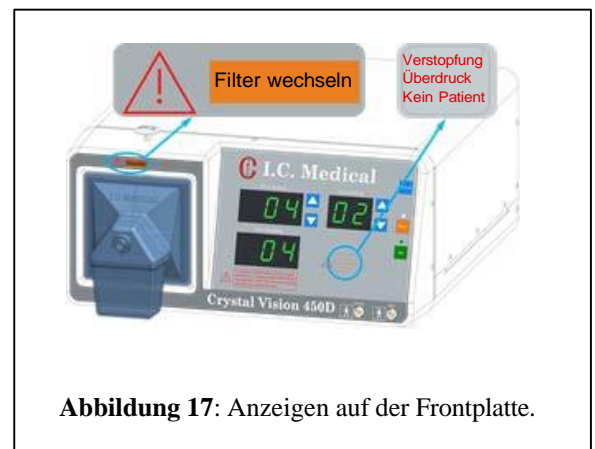

Abbildung 17: Anzeigen auf der Frontplatte.
10. Die Anzeige FILTER WECHSELN befindet sich über dem Filter (Abbildung 17). Sie leuchtet auf, wenn der Durchfluss in das CRYSTAL VISION®-Gerät verringert ist. Der SAFEGUARD BLUE® hydrophobe ULPA-Filter mit eingebauter Flüssigkeitsfalle sollte ersetzt werden, wenn dieses Licht zum ersten Mal aufleuchtet. Versuchen Sie nicht, den SAFEGUARD BLUE® hydrophoben ULPA-Filter mit eingebauter Flüssigkeitsfalle zu reinigen oder wiederzuverwenden. Entsorgen Sie den SAFEGUARD BLUE® hydrophoben ULPA-Filter mit eingebauter Flüssigkeitsfalle gemäß dem Protokoll für biologische Abfälle Ihrer Einrichtung. Diese Anzeige leuchtet auch auf, wenn eine vollständige Verstopfung vorliegt. Wenn die Anzeige VERSTOPFUNG ebenfalls leuchtet, müssen Sie zuerst das Hindernis beseitigen, das sie verursacht hat, und dann die Anzeige FILTER WECHSELN überprüfen. Wenn die Anzeige FILTER WECHSELN immer noch leuchtet und die Anzeige VERSTOPFUNG nicht leuchtet, muss der SAFEGUARD BLUE® hydrophobe ULPA-Filter mit eingebauter Flüssigkeitsfalle ausgetauscht werden.
11. VERSTOPFUNG zeigt an, dass der Fluss in das CRYSTAL VISION®-Gerät gestoppt hat (Abbildung 17). Zu diesem Zeitpunkt leuchtet auch die Anzeige FILTER WECHSELN auf. Der Bediener sollte nach geknickten Schläuchen, ausgeschalteten Absperrhähnen, verstopftem Insufflator, einem veralteten großen Ausgangsfilter mit Aktivkohle aus Kokosnuss-Schalen oder einem vollständig verstopften SAFEGUARD BLUE® hydrophoben ULPA-Filter mit eingebauter Flüssigkeitsfalle suchen. Um einen Pumpenausfall zu vermeiden, wird die CRYSTAL VISION® -Pumpe nicht aktiviert, wenn diese Lampe leuchtet.
12. ÜBERDRUCK zeigt einen Druck von mehr als 27 mmHg im Pneumoperitoneum an (Abbildung 17). Bei Drücken über 30 mmHg startet die Vakuumpumpe, um den Druck im Pneumoperitoneum zu verringern. Diese Situation kann durch viele Faktoren verursacht werden. Häufig drückt der Chirurg auf den Bauch und dies führt zu einem Anstieg des intraabdominalen Drucks. Beheben Sie die Ursache, bevor Sie fortfahren.
13. Die Anzeige „KEIN PATIENT“ (Abbildung 17) leuchtet auf, wenn sich das CRYSTAL VISION®-Gerät im MODUS LAP befindet, wenn am SAFEGUARD BLUE® hydrophoben ULPA-Filter mit eingebauter Flüssigkeitsfalle Nulldruck oder Atmosphärendruck vorhanden ist. Das Schlauchset darf nicht an die Trokarhülle oder an den SAFEGUARD BLUE® hydrophoben ULPA-Filter mit eingebauter Flüssigkeitsfalle angeschlossen werden. Das Ventil der Trokarhülle kann ausgeschaltet sein oder der SAFEGUARD BLUE® hydrophobe ULPA-Filter mit eingebauter Flüssigkeitsfalle darf nicht an den SAFEGUARD BLUE® hydrophoben ULPA-Filter mit Anschluss für die eingebaute Flüssigkeitsfalle angeschlossen werden.